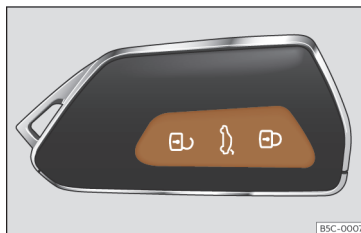

Fig. 77 Chave por comando à distância: teclas.
- Trancar: pressione o botão  >>> **Fig. 77.**